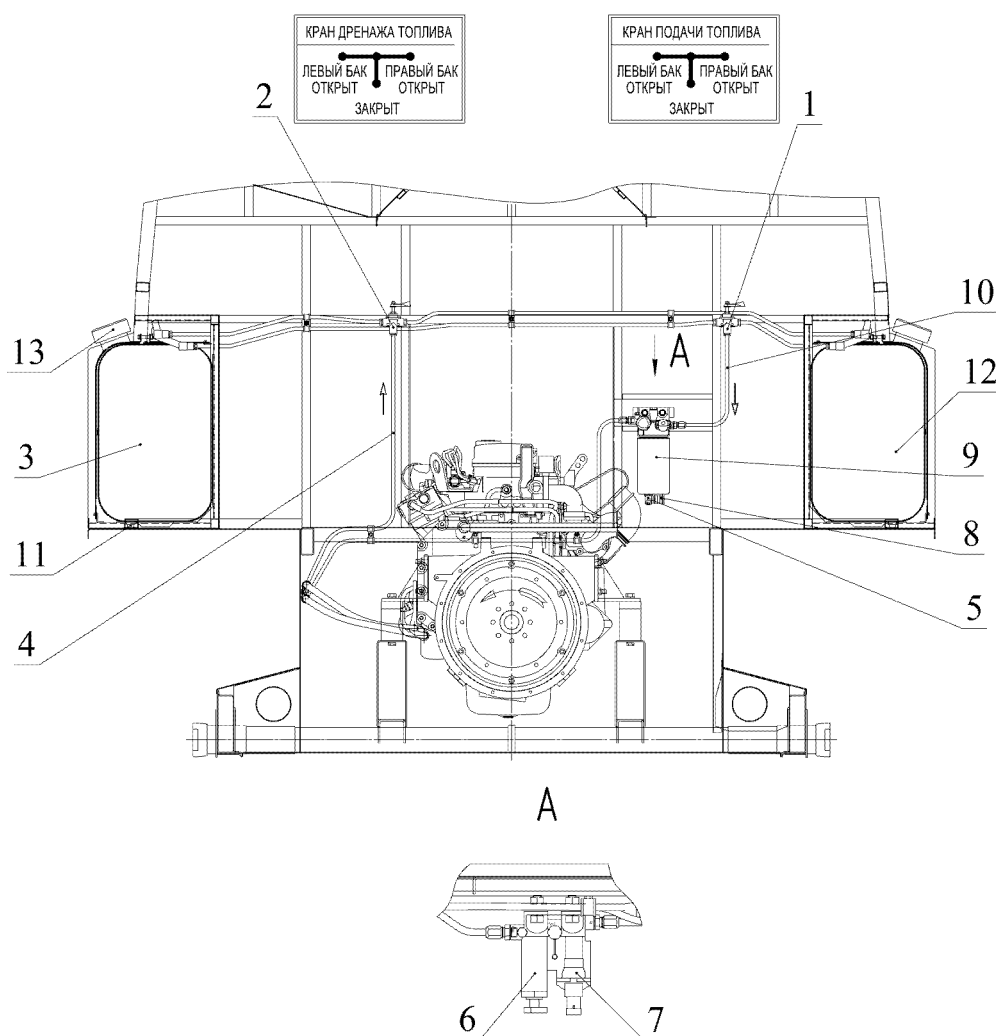

Рис. 1.9 Схема системы питания топливом
1.5.2.1 В состав системы питания топливом (рис. 1.9) входят:
Для предварительной очистки топлива от механических примесей и воды служит фильтр – водоотделитель очистки топлива, установленный на задней стенке моторного отделения рядом с двигателем. Слив отстоя из фильтра производится через отверстие в нижней части стакана **9** (рис. 1.9), закрываемого клапаном **8**.